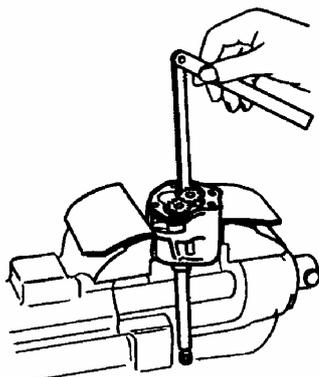

Рис.15. Проверка радиального зазора.
- зазор между зубьями шестерен и корпусом насоса должен быть от 0,11 до 0,18 мм (набор щупов №2 ТУ 2-034-0221-197-01) (рис.15).